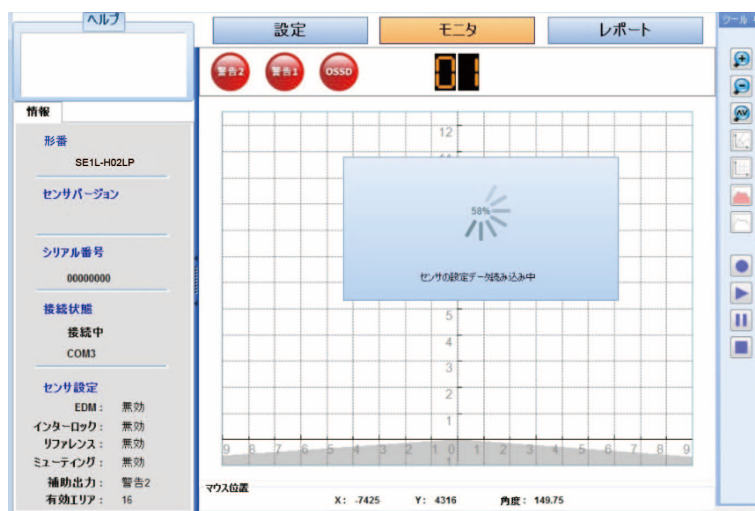

図7-57. 設定を読み込み中
- 読み取り処理が進行中の場合、図7-57に示すようなウィンドウが表示されます。